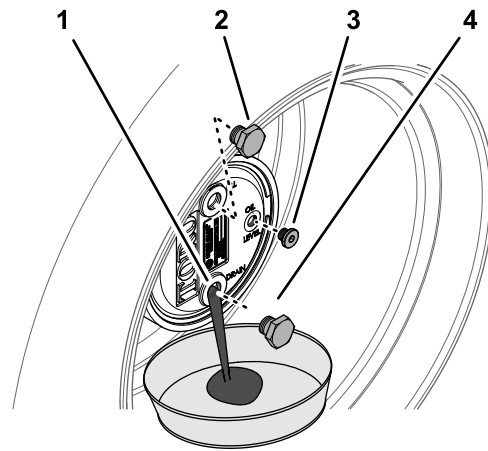

Figura 67
- Demontujte zátku plnicího otvoru nacházející se v poloze 12 hodin a zátku kontrolního otvoru umístěnou v poloze 3 hodin (Figura 67).
- Pod náboj planetového soukolí umístěte vypouštěcí nádobu, demontujte vypouštěcí zátku umístěnou v poloze 6 hodin a nechejte veškerý olej vytéct (Figura 67).
- Namontujte vypouštěcí zátku do vypouštěcího otvoru skříňe planetové převodovky (Figura 67).